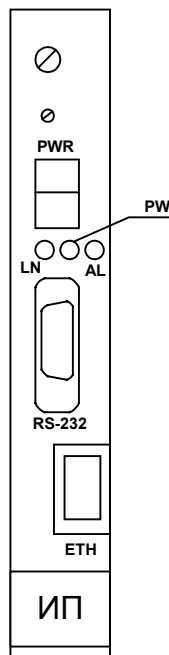

Рис. 1. Внешний вид передней панели платы ИП.
4.1 Плата ИП выполнена в конструктивном исполнении 3U (“Евромеханика”). Внешний вид передней панели платы показан на рис. 1. На передней панели платы находится выключатель питания “PWR”; стык интерфейса RS-232; стык интерфейса Ethernet 10/100 BASE-T (только для платы ИП-04); светодиодные индикаторы: “LN” – индикатор режима работы (зелёное свечение), “PW” – индикатор напряжения на выходе «+5В» (зелёное свечение, не подписан на передней панели), “AL” – индикатор аварии (красное свечение). Стык интерфейса RS-485 конструктивно выполнен в составе блока М30АЕ.